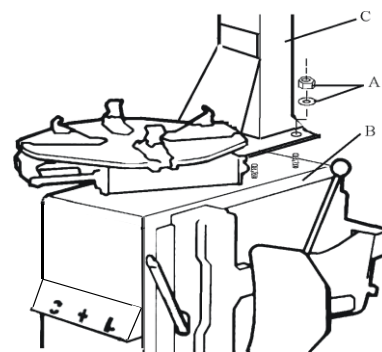

Рис. 3
2. Открутите гайку А на корпусе станка В, как показано на рис. 3.